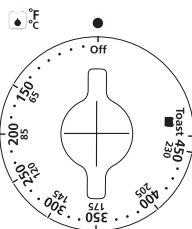

Figura 1
2. **Botão do Controle da Temperatura** – Ajuste o termostato na temperatura desejada (Veja Figura 1).